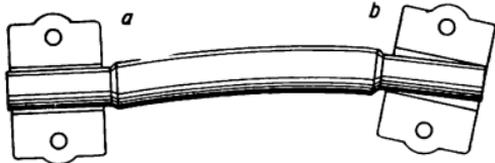

Bild 7
9. Beurteile die montierte Welle in Bild 7! Erläutere die entstehenden Folgen!